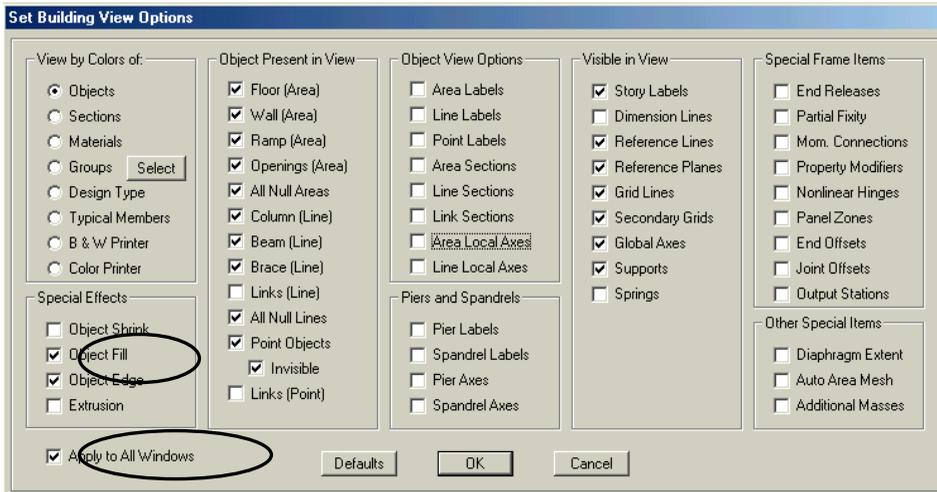

Figura 19- Formulario de Set Building View Options
E. Para una mejor vista de la adición de la losa, hacer click en el botón Set Building View Options . Cuando este formulario aparezca, verificar que el recuadro de Object Fill y Apply to All Windows estén activados con un check, como se muestra en la Figura 19.